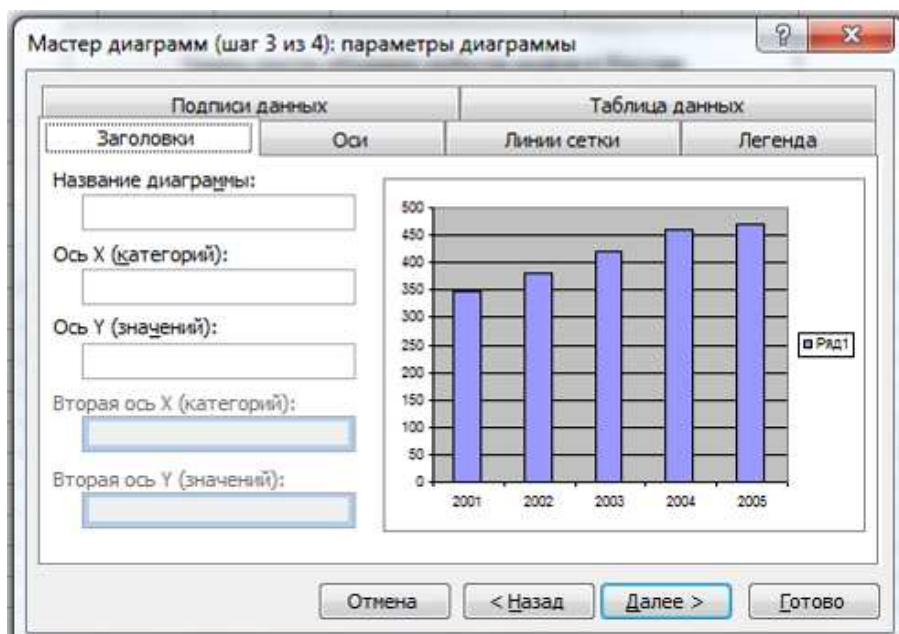

Рис. 26. Диалоговое окно определения параметров диаграммы
8. В третьем диалоговом окне Мастера диаграмм **Параметры диаграммы** (рис. 26) установить параметры диаграммы: